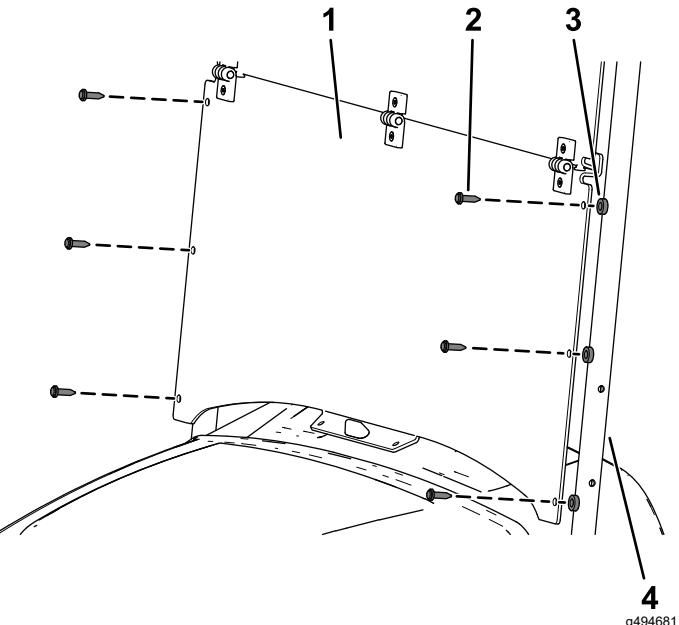

Figura 8
3. Alinee los taladros de la parte inferior del parabrisas con los taladros de los tubos de soporte de la capota (Figura 8).
4. Sujete los lados del parabrisas a los tubos de soporte de la capota con 6 espaciadores de plástico y 6 remaches de plástico largos (Figura 8).